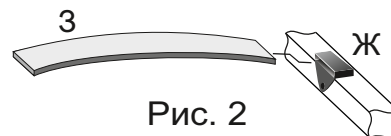

Рис. 2
3. Вставьте деревянные ламели в боковые латодержатели (Рис. 2).